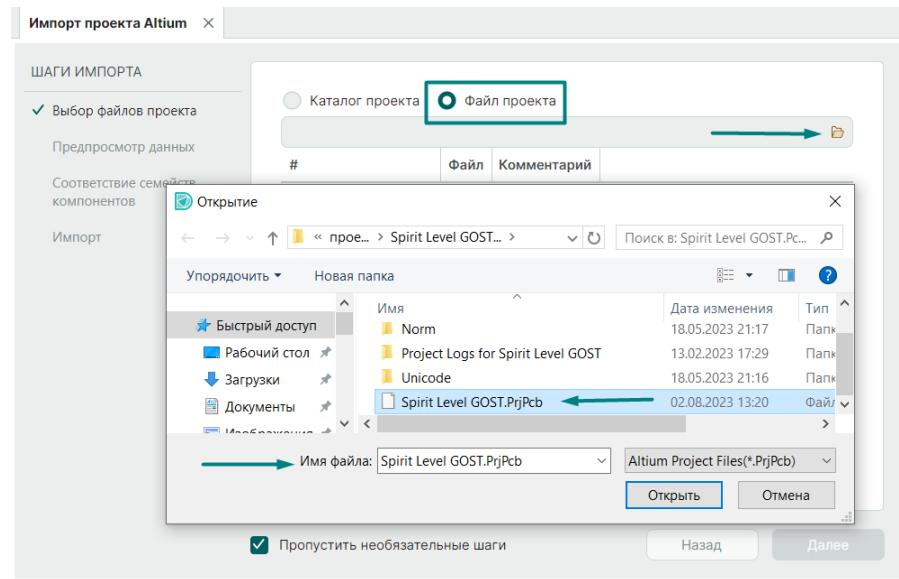

Рис. 17 Импорт файла проекта
- способ «Файл проекта» – выбирается файл проекта Altium Designer формата .PrjPcb, в котором расположены файлы, относящиеся к определенному проекту, см. Рис. 17.